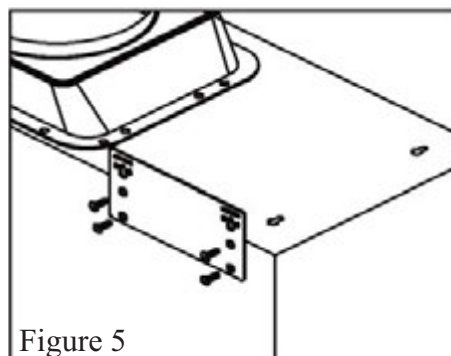

Figure 5
- B-4. Fixez chacune des ferrures de fixation au dos de la hotte à l'aide de quatre (4) vis à tête plate (comprises), comme le montre la figure 5.